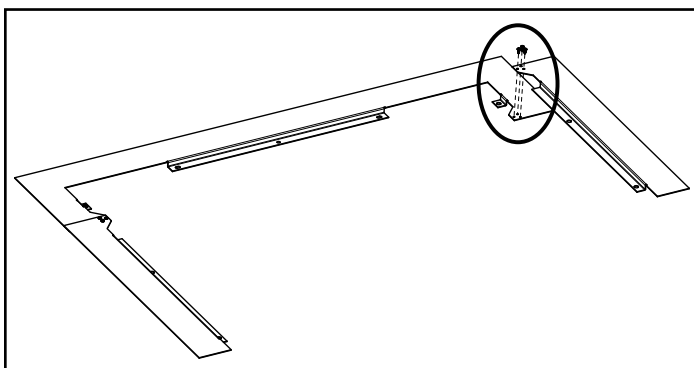

Figure 22.2
- 3. Répétez les étapes 1 et 2 pour l'Extension Surround Côté gauche (Figure 22.2).